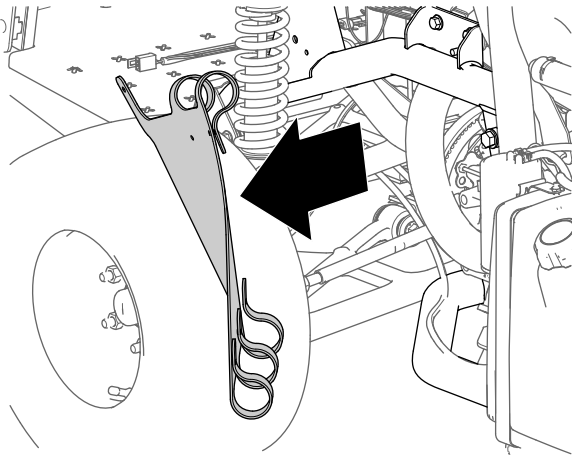

Figura 11
5. Retire el panel interior del guardabarros de la máquina (Figura 11).